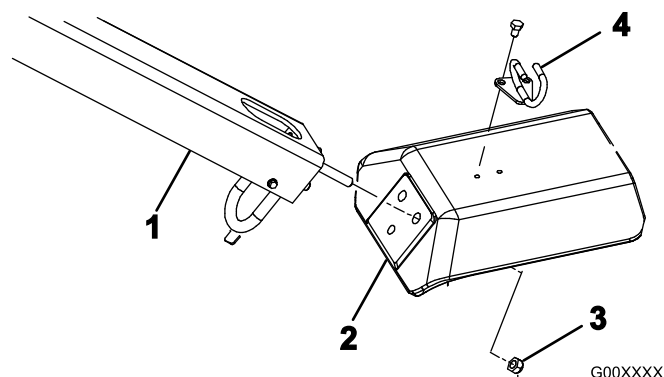

Figura 4
2. Inserite i prigionieri di montaggio dell'impugnatura nei fori della forcella (Figura 4).
3. Fissate i prigionieri dell'impugnatura alla forcella con 3 dadi di bloccaggio (1/2 pollice) (Figura 4)
5. Montate la guida del cavo in cima alla forcella con 2 bulloni (5/16 x 1/2 pollice) (Figura 4).